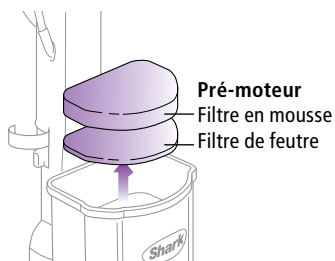

Fig. 19
- 2 Enlevez les 2 filtres à partir du dessus du socle du moteur. (Fig. 19)